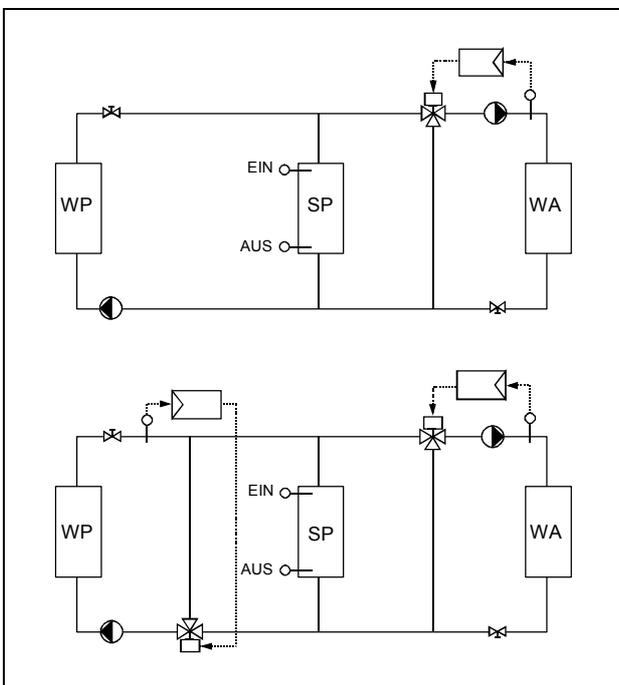

Bild 25: Stufenladung (oben) und Schichtladung (unten)
- Bei Stufenladung (Bild 25 oben) des Speichers mit konstantem Durchfluss wird die aktuelle Verflüssigereintrittstemperatur stufenweise mit jedem Durchgang um die Temperaturdifferenz über dem Verflüssiger angehoben
- Bei Schichtladung (Bild 25 unten) des Speichers wird mit einer Laderegulierung die Verflüssigeraustrittstemperatur – unabhängig von der aktuellen Rücklauf-temperatur – auf einen bestimmten Sollwert geregelt